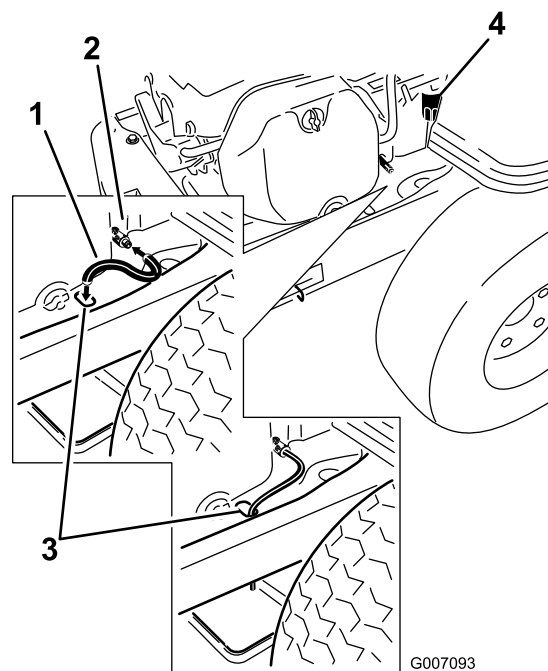

Figure 31
5. Nettoyez la surface autour du robinet de vidange sur le châssis de la machine. Trouvez le flexible de vidange d'huile et branchez-le au robinet de vidange (Figure 31).
6. Passez l'autre extrémité du flexible de vidange dans le trou de vidange du châssis (Figure 31).